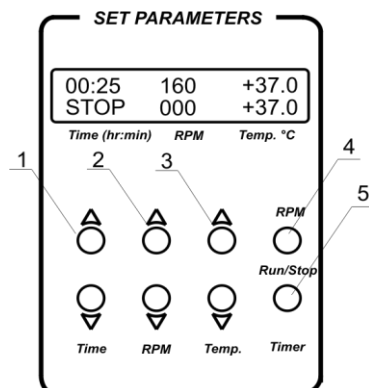

Fig.1 Panneau de configuration
- 4.3. **Réglage de la durée (Time).** Utilisez les touches **Time ▲** et **▼** (Fig. 1/1) pour programmer l'intervalle de durée de travail souhaitée en heures et en minutes (intervalle d'incrémentación de 1min). Appuyez sur la touche pendant plus de 3 secondes pour augmenter l'incrémentación.
- 4.4. **Réglage de la vitesse (RPM).** Utilisez les touches **RPM ▲** et **▼** (Fig. 1/2) pour régler l'intensité d'agitation souhaitée en tours par minute (intervalle d'incrémentación de 10tpm). Appuyez sur la touche pendant plus de 3 secondes pour augmenter l'incrémentación.
- 4.5. **Réglage de la température (Temp. °C).** Utilisez les touches **Temp. ▲** et **▼** (Fig. 1/3) pour régler la température souhaitée (intervalle d'incrémentación de 0,1°C). Appuyez sur la touche pendant plus de 3 secondes pour augmenter l'incrémentación.
- 4.7. Appuyez sur la touche **RPM-Run/Stop** (Fig. 1/4). La plate-forme se mettra à tourner et l'indicateur du minuteur commencera à décompter l'intervalle de temps (précis à 1 minute près).
Attention: Une fois que la durée programmée s'est écoulée, le mouvement de la plate-forme s'arrête automatiquement. En revanche, le chauffage s'arrête UNIQUEMENT manuellement en utilisant la ▼ touche **Temp.** (Fig. 1/3 - touche du bas) pour diminuer la température jusqu'à ce que l'indication OFF apparaisse dans la ligne supérieure de l'écran.
- 4.10. Le minuteur peut être redémarré en cours d'utilisation si nécessaire. Appuyez une fois sur la touche **Timer-Run/Stop** (Fig. 1/5) pour arrêter le minuteur. Appuyez de nouveau sur la touche **Timer-Run/Stop** pour redémarrer le minuteur.